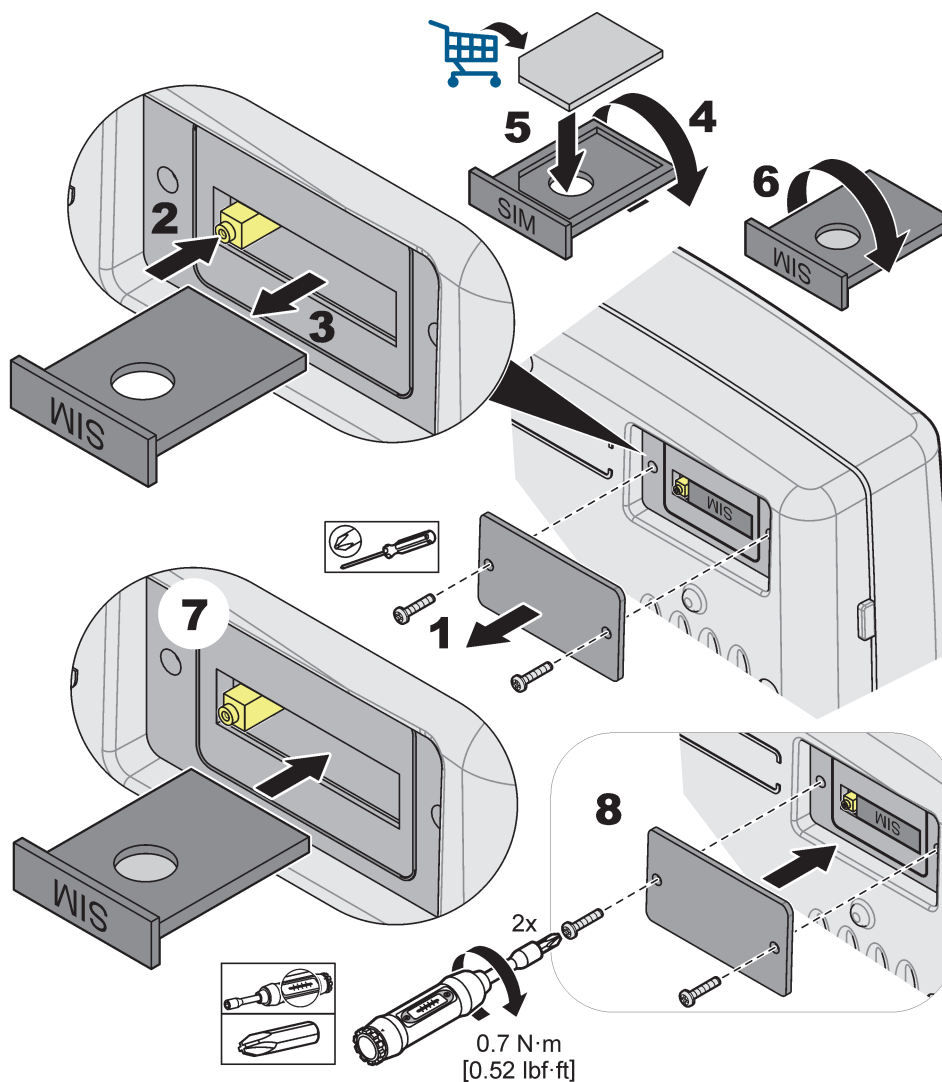

Figura 34 Inserte la tarjeta SIM
3. Retire la cubierta de la tarjeta SIM de la parte trasera del módulo de la pantalla (Figura 34).